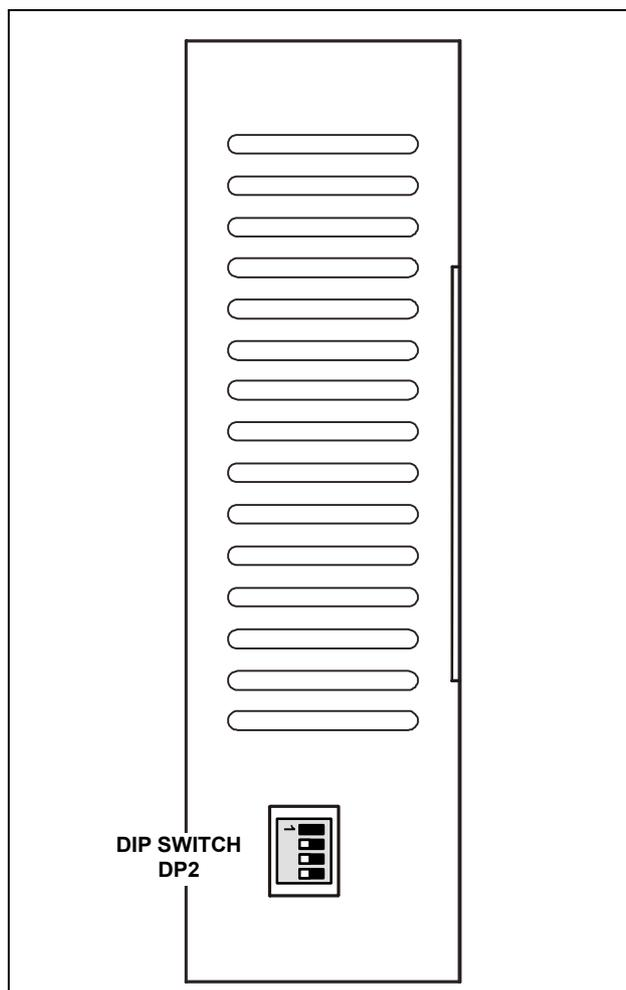

Fig. 5 – Dip-switch DP2 (Vista inferiore azionamento PLUS A).
6.3-In Fig. 5 è indicata la posizione del DIP-SWITCH DP2 nella parte inferiore degli azionamenti della serie PLUS A.
6.5- La Tabella 5 seguente indica le modalità di impostazione dei dip 1, 2, 3 e 4 di **DP2** (vedi Fig. 5).